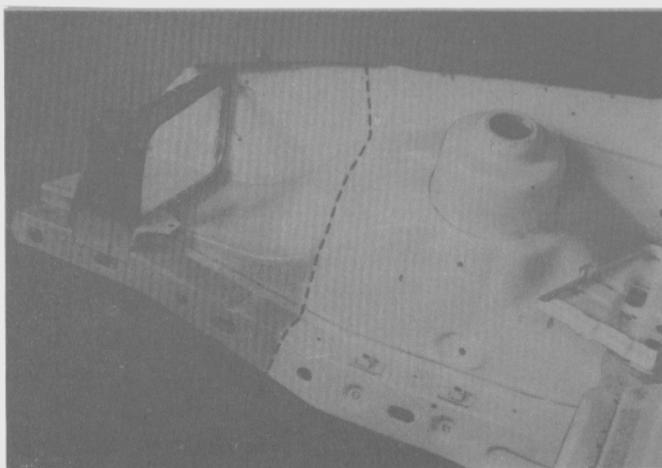

Fig. 154
- Marcar una línea de corte en el larguero y el guardabarro delantero interior según la amplitud de los daños (Fig. 154).